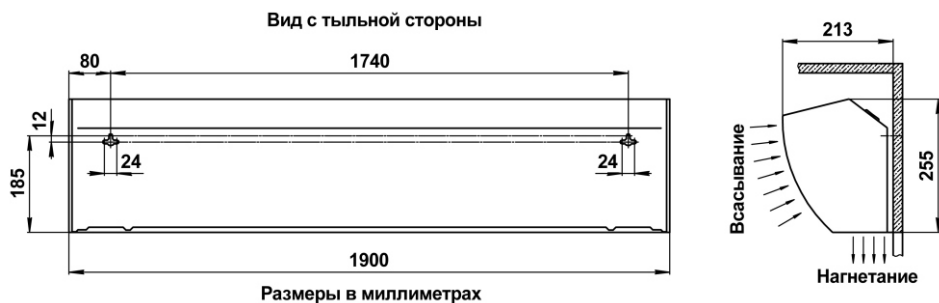

Рис. 1 Габаритные и установочные размеры
(см. рис.1). Пульт управления позволяет поддерживать необходимую температуру воздуха вблизи места его установки и регулировать тепловую мощность завесы.
- установочные и габаритные размеры завес указаны на рис.1 Приложения.
7.1 Перед включением завесы диск терморегулятора **3** (см. рис.1) должен быть повернут по часовой стрелке в крайнее положение. Переключатель **1** должен находится в положении **OFF**.